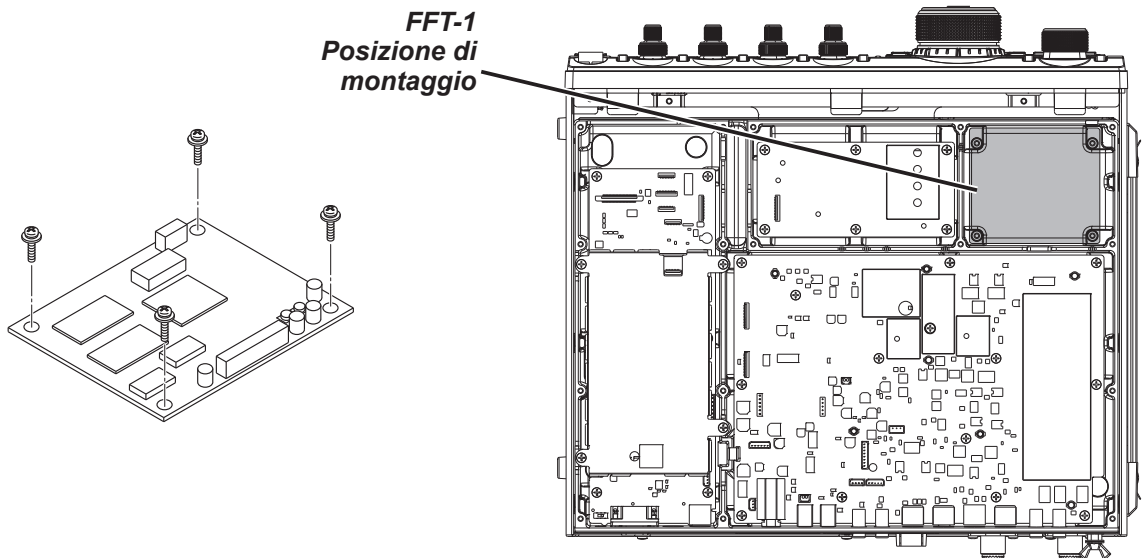

FIGURA 2
4. Per la posizione di montaggio di FFT-1, fare riferimento alla figura 2.